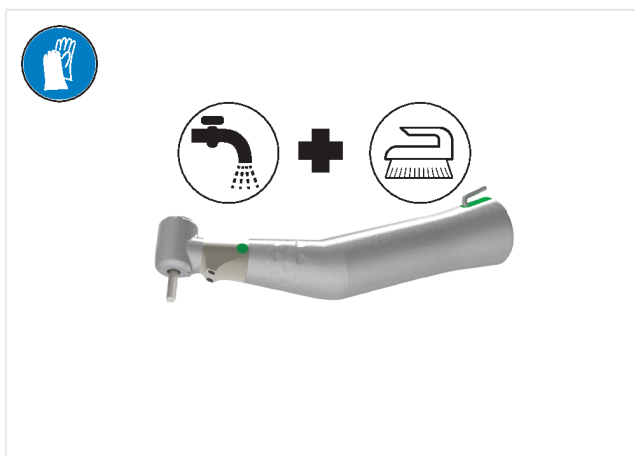

FIG. 4
1. Pulire l'esterno e l'interno del dispositivo sotto l'acqua del rubinetto a 15-38 °C (59 °F-100 °F) a condizione che l'acqua del rubinetto locale abbia un pH compreso tra 6,5 e 8,5 e un contenuto di cloruri inferiore a 100 mg/l. Se l'acqua del rubinetto locale non soddisfa questi requisiti, utilizzare invece acqua demineralizzata (deionizzata). (FIG. 4)